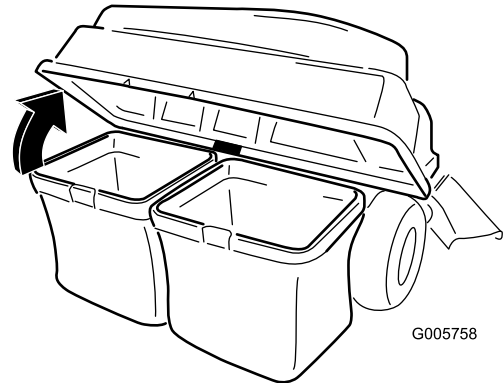

Figura 35
4. Abra (levante) la tapa del ensacador (Figura 35).